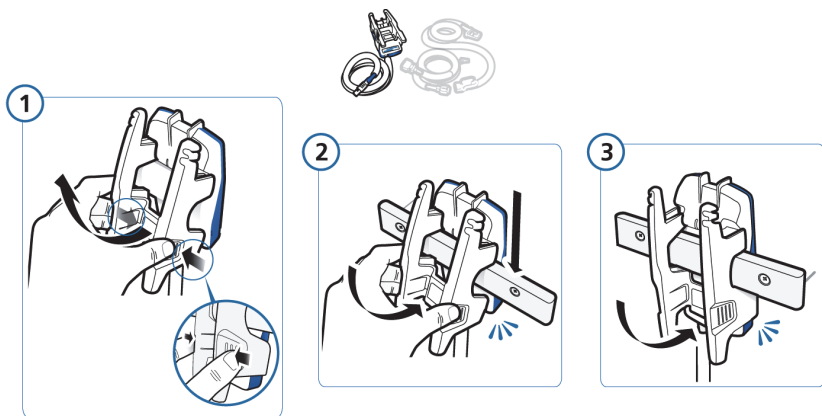

Рисунок J-10. Крепление адаптера на рейке
- прикрепите адаптер к рейке (см. рис. J-10);